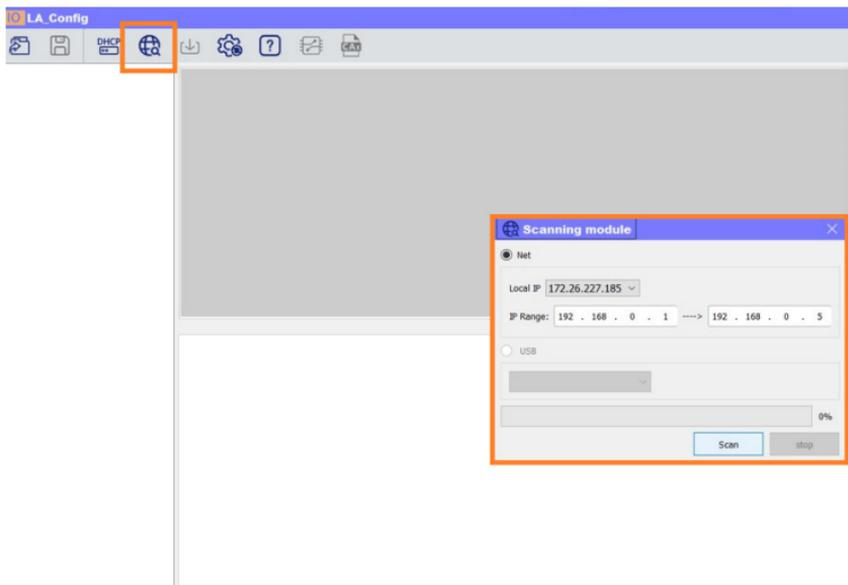

Рисунок 3.4 – Сканирование IP-адреса устройства
4. Выберите на верхней панели «Scan Mode», появится окно, на котором нужно нажать кнопку «Scan» (рис. 3.4). После окончания сканирования закрыть окно «Scanning module».